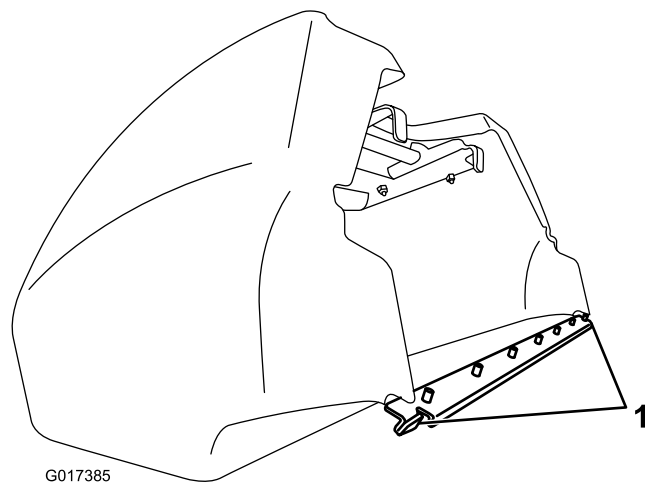

图10
**重要事项：** 如果集草斗掉下来，请检查集草斗凸缘下方的旋转臂接触点（图10）。检查这些接触点是否受到损坏，对其进行维修，然后再使用集草斗。旋转臂接触点弯曲的情况下使用集草斗可能会损坏滚刀。